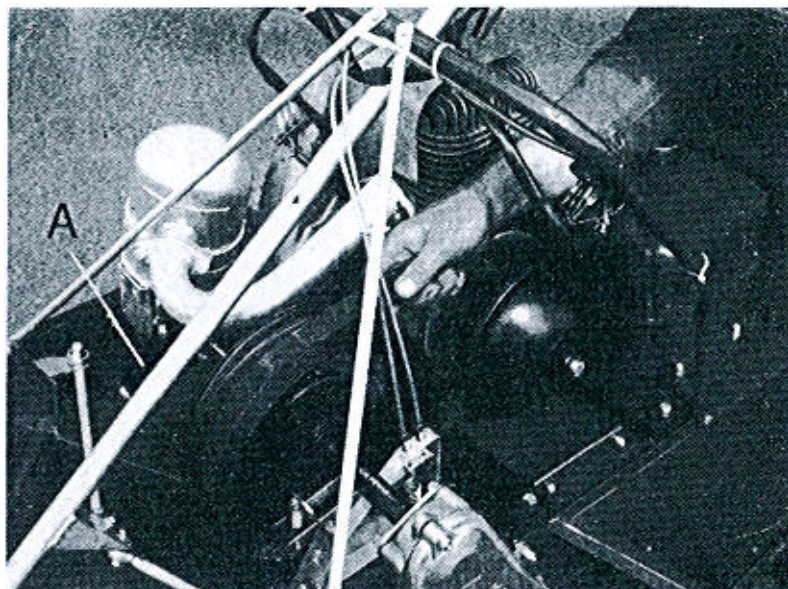

Bild 2.
3. Dra i variatorremmen uppåt och bakåt, se bild 2, så att främre variatorskivorna pressas isär. Kräng över remmen över inre främre skivan. Lägg av remmen av motorvariatorn.
4. Ta bort de båda skruvarna som håller lagret vid stödplåten A, bild 2, och lossa de nedre skruvarna (gäller ej vid växellådstransmission).